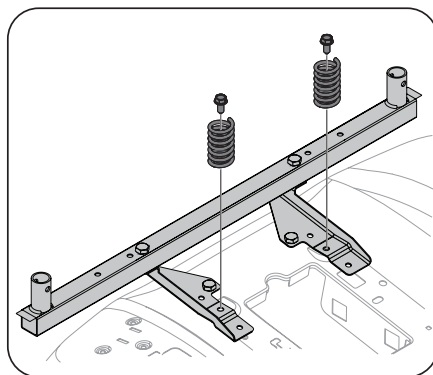

Figure 3-3
5. Réinstallez les ressorts du siège et la quincaillerie qui a été enlevée plus tôt dans la procédure, comme montré à la Figure 3-3.